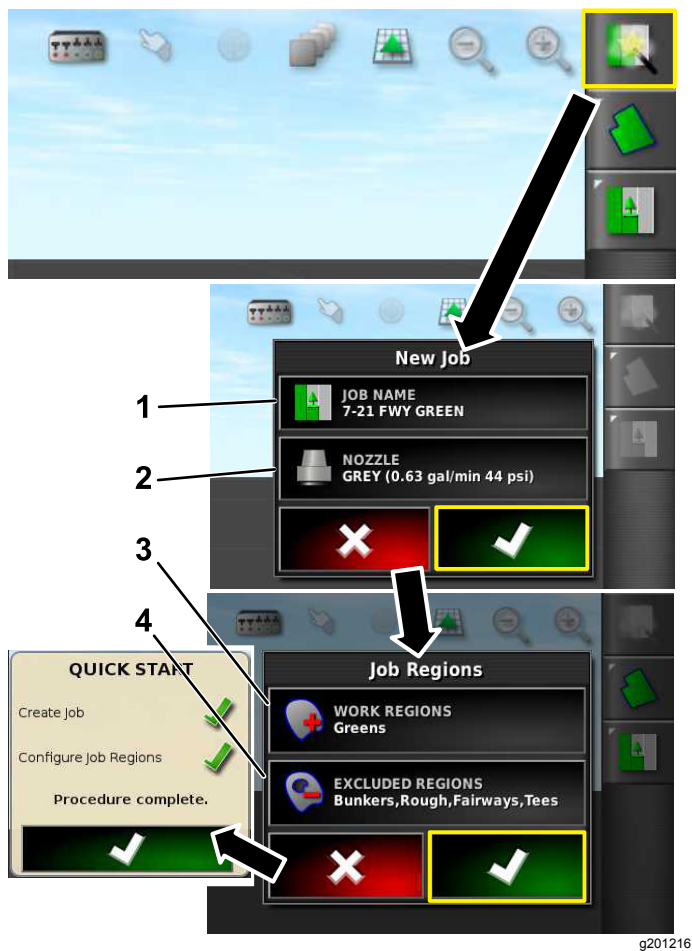

Figura 8
2. Introduzca un nombre nuevo para el trabajo (Figura 8).
4. Seleccione la zona de trabajo que va a fumigar (por ejemplo, calles, greenes, tees, etc.) (Figura 8).
5. Seleccione las zonas excluidas que no se van a fumigar (búncers, árboles, obstáculos, etc.) (Figura 8).